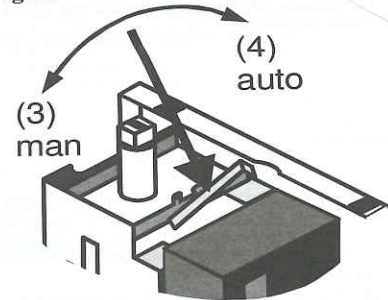

Fig. 3
(3) Presa di Pressione (Fig. 3)